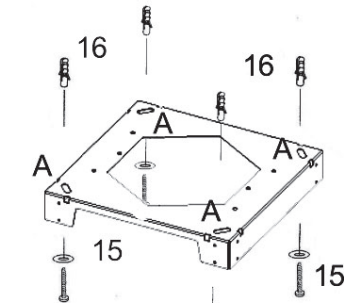

Abb. 12
Befestigen Sie nun die Deckenplatte (6) mit vier Schrauben (15) und Unterlegscheiben in den Dübeln an der Decke. Das Befestigungsmaterial befindet sich im mitgelieferten Zubehörbeutel (Abb. 12).